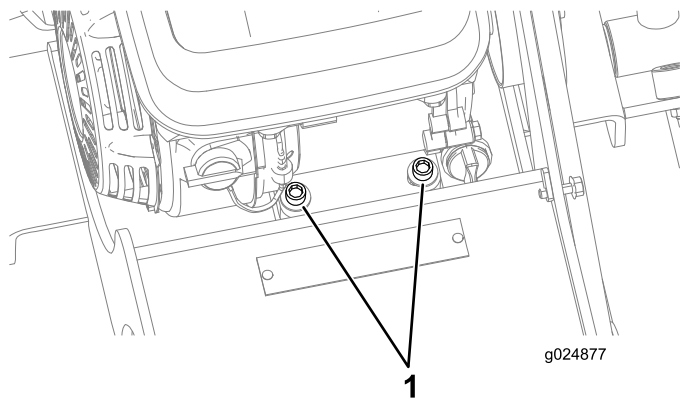

Figure 27
2. Desserrez les 2 boulons à tête creuse hexagonale (5/16-24 x 1,75 po) qui fixent l'avant du moteur (Figure 27).
7. Serrez les 2 boulons à tête creuse hexagonale (5/16-24 x 1-3/4 po) qui fixent l'avant du moteur à un couple de 12,5 à 16,4 N·m (9,2 à 12,1 pi·lb), comme montré à la Figure 27.